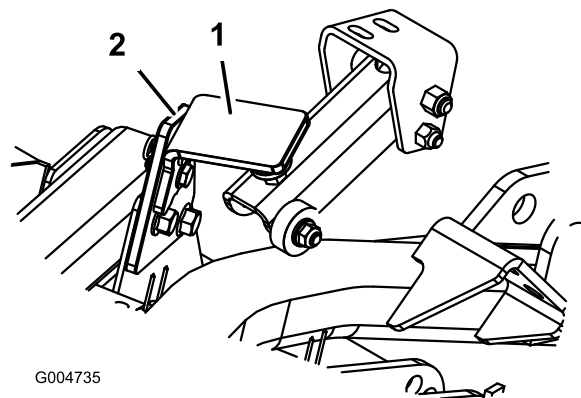

Figura 75
2. Togliete la coppiglia ed il perno con testa che fissano il fermo di trasferimento dell'apparato di taglio al piastrino del fermo (Figura 75). Girate il fermo verso il retro dell'apparato di taglio.